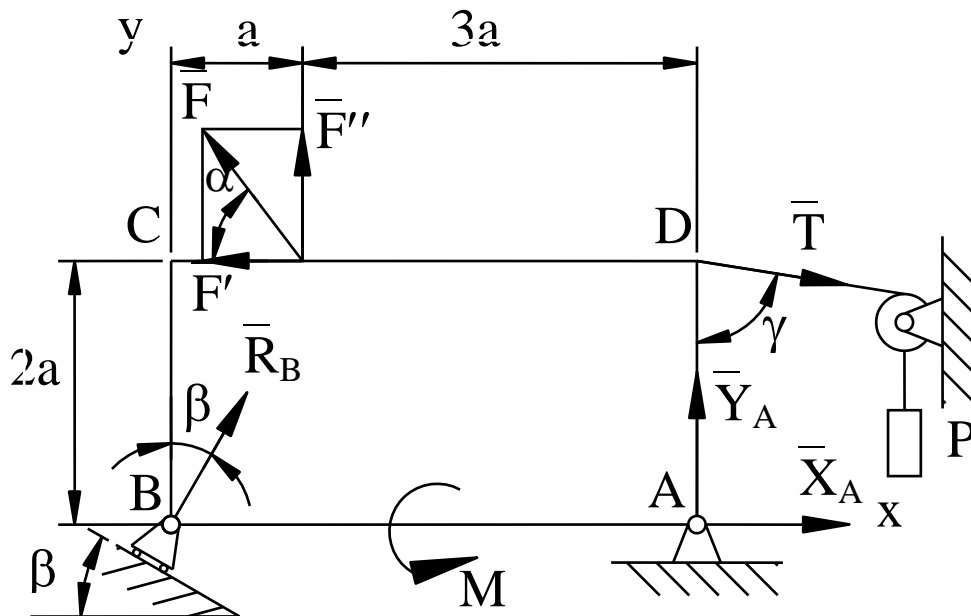

Рис. 7
Жесткая пластина  $ABCD$  (рис. 7) имеет в точке  $A$  неподвижную шарнирную опору, а в точке  $B$  — подвижную шарнирную опору на катках. Все действующие нагрузки и размеры показаны на рисунке. Исходные данные:  $F=25$  кН,  $\alpha=60^\circ$ ,  $P=18$  кН,  $\gamma=75^\circ$ ,  $M=50$  кН·м,  $\beta=30^\circ$ ,  $a=0,5$  м. Определить реакции в точках  $A$  и  $B$ , вызываемые действующими нагрузками.
**Ответ:**  $X_A = -8,5 \text{ кН}$ ;  $Y_A = -23,3 \text{ кН}$ ;  $R_b = 7,3 \text{ кН}$ . Знаки указывают, что силы  $X_A$  и  $Y_A$  направлены противоположно показанным на рис. 7.